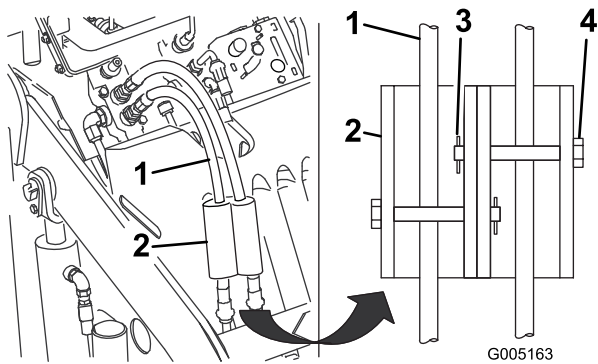

Figure 12
- Montez les dispositifs de verrouillage sur les flexibles hydrauliques, et fixez-les en position à l'aide des axes de chape et des goupilles fendues (Figure 12).